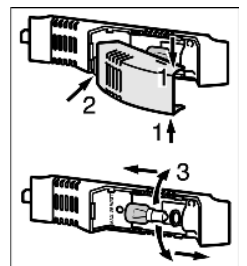

Fig. 23
- ▶ Afferrare il coprilampada sul lato superiore e inferiore Fig. 23 (1).
- ▶ Sbloccare il coprilampada sul retro e sganciarlo Fig. 23 (2).
- ▶ Sostituire la lampadina Fig. 23 (3).